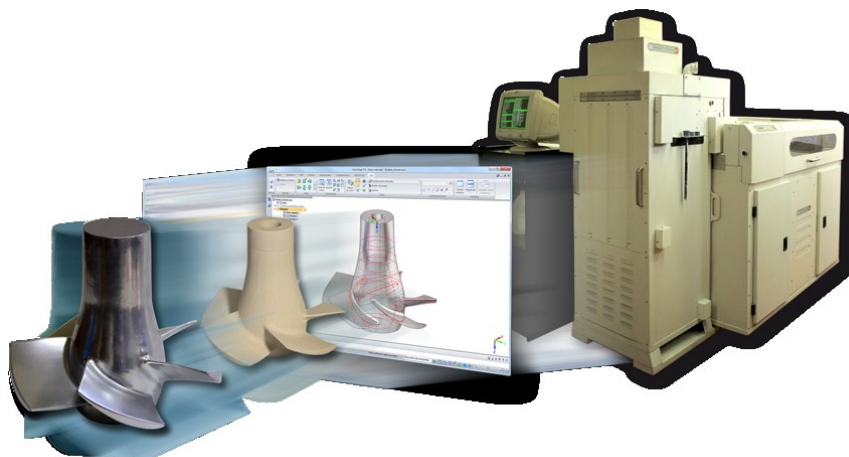

Рисунок 52 – Использование LOM-технологии в моделировании
- Хобби. Авио-, авто-, судомоделирование и прочее (рис. 52).